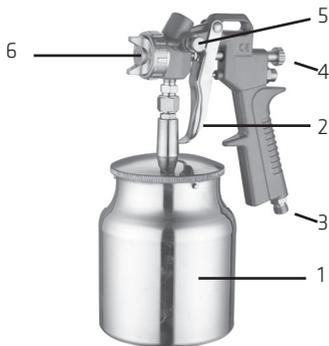

Figura 1
- Filtre o material para colocá-lo na caneca (Figura 1 – Item 1) utilizando filtro específico.
- Ajuste o compressor de ar para uma pressão maior ou igual a 58 lbs e engate a mangueira na pistola. (Figura 1 – Item 3). Garanta que a pressão não ultrapasse 75 lbs.
- Feche totalmente (vire à direita) o parafuso regulador de tinta (figura 1 – item 4).
- Vá abrindo o regulador (vire à esquerda) e acionando o gatilho (figura 1 – item2) até encontrar o jato desejado
- O parafuso regulador do leque (Figura 1 – Item 5) serve para ajustar a configuração de pulverização. Fechado totalmente para a direita projetará um jato cilíndrico. A medida que são dadas voltas para a esquerda, o jato assume uma forma oval cada vez mais larga, até ficar praticamente redondo.